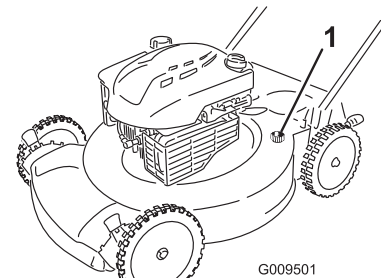

Figura 31
4. Conecte una manguera de jardín que esté conectada a un grifo al orificio de lavado de la carcasa de la máquina (Figura 31).